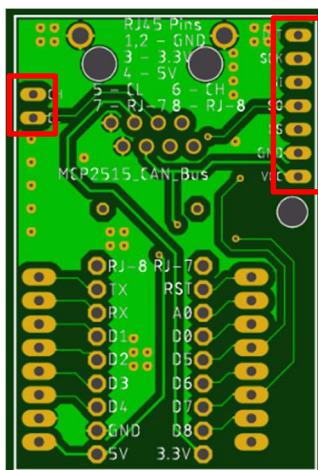

Figura 19 - Barras de 2 e 7 pinos conectores fêmea
5. Na mesma face da placa de circuito impresso, encaixe a barra de 2 pinos conectores fêmea, bem como a barra de 7 pinos conectores fêmea e proceda à soldadura de ambas (Figura 19).